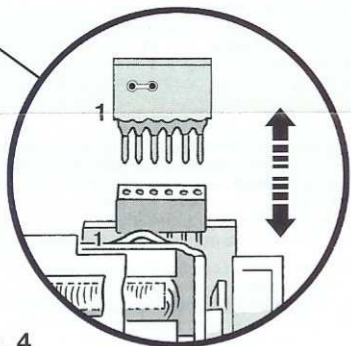

Fig. 4
**Elektrische Schnittstelle** nach NEM 651 für digitale Empfängerbausteine (Fig.4). Zum Einbau eines Decoders nach NEM 651 den kleinen Stecker aus dem Sockel ziehen und dafür den Stecker des Decoders einstecken. Beim Einbau des FLEISCHMANN-Decoders auf die Markierung „1“ achten, welche an Sockel und Stecker übereinstimmen muss. Beachten Sie zusätzlich beim Einbau die dem Baustein beiliegende Gebrauchsanweisung oder wenden Sie sich an Ihren Fachhändler.
Standard NEM 651 **electrical socket** for digital receiver module (Fig. 4). **Holding device for decoder:** 50 4907.
Interface électrique normée NEM 651 pour modules récepteurs digitaux (Fig. 4). **L'appui pour le décodeur:** 50 4907.
**Elektrische adapter** volgens NEM 651 voor digitale ontvangerbouwstenen (Fig. 4). **Houder voor decoder:** 50 4907.
**Elektrisk delepunkt** efter NEM 651 for digitale motagerprint (Fig. 4). **Decoderen-holdeklemmerne:** 50 4907.
**Interfaccia elettrica** a norma NEM 651 per moduli riceventi digitali (Fig. 4). **Portamento per decoder:** 50 4907.